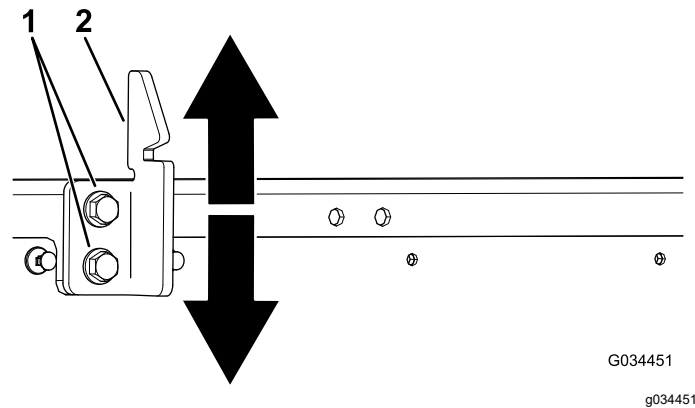

图 64
- 3. 拧松货斗门锁撞销上的 2 个螺栓并向上或向下取决于撞销过高还是过低移动撞销图 64。
- 4. 拧紧货斗门锁撞销上的 2 个螺栓图 64。